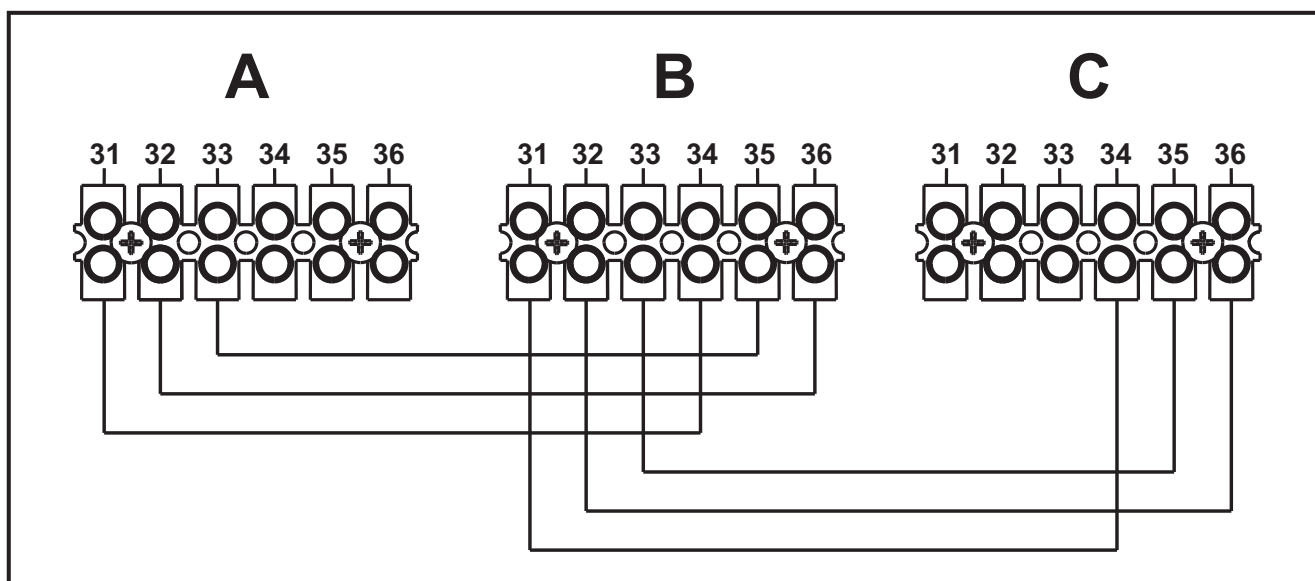

рис. 53 - Подключение по каскадной схеме
1. Подключите модули, как показано на рис. 53 (пример с 3-мя модулями)
В противном случае перекройте электрическое питание и проверьте кабельные соединения в рис. 53.